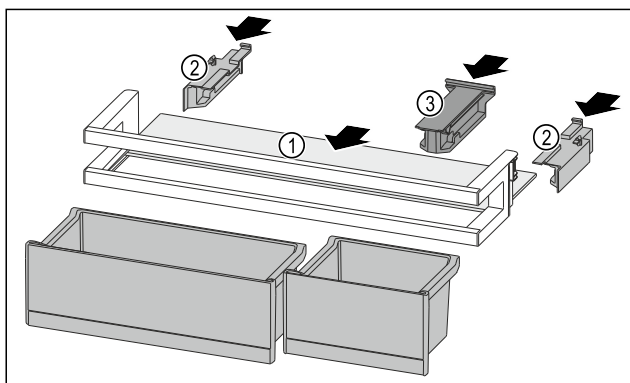

Fig. 130
- Вдвиньте съемную полку Fig. 130 (1) в боковые пазы.
- Установите боковые части Fig. 130 (2).
- Смонтируйте крепление Fig. 130 (3).